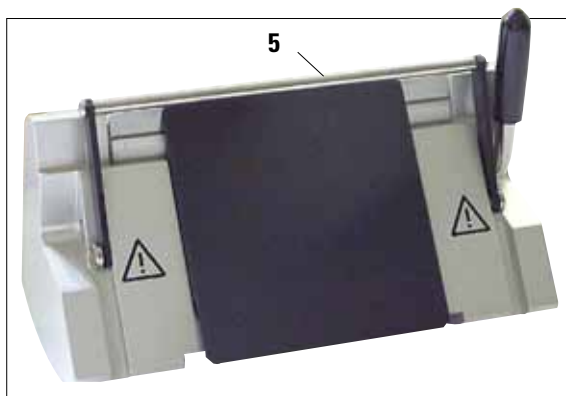

Abb. 4
Der Fingerschutz am Messerhalter E besteht aus einem klappbaren Bügel (5). Zum Abdecken der Schneide den Fingerschutzbügel (5) wie in Abb. 4 gezeigt, nach oben klappen.